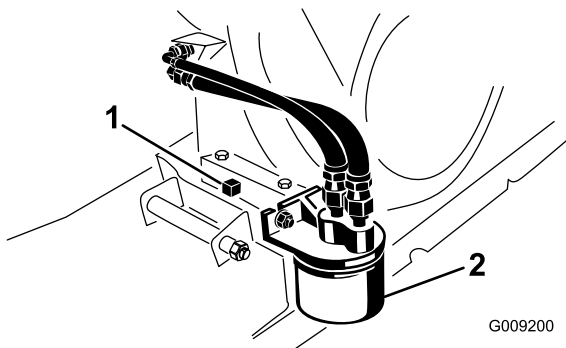

Bild 29
5. Entfernen Sie die Ablassschraube (Bild 29) und lassen Sie das Öl in die Auffangwanne ab. Schrauben Sie die Ablassschraube wieder ein, nachdem das Öl abgelaufen ist.
- Entfernen Sie den vorhandenen Ölfilter (Bild 29).